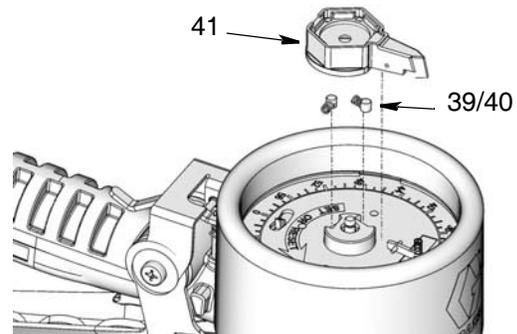

FIG. 34
4. Instale el puntero de la aguja (41), los muelles (39) y las clavijas (40) como se muestra en la FIG. 34.